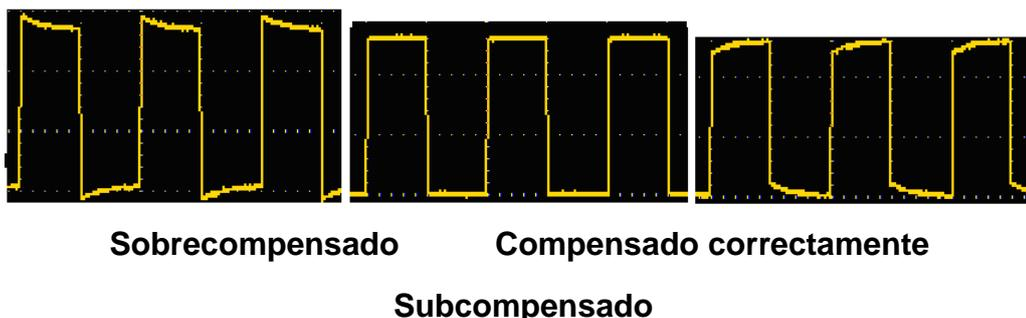
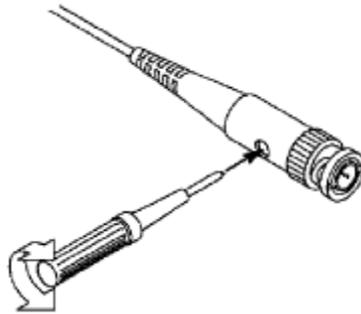

Figura 3-6 Formas de onda mostradas de la compensación de la sonda
Figura 3-7 Ajustar la sonda
2. Compruebe las formas de onda mostradas y regule la sonda hasta conseguir una compensación correcta (ver Figura 3-6 y Figura 3-7).